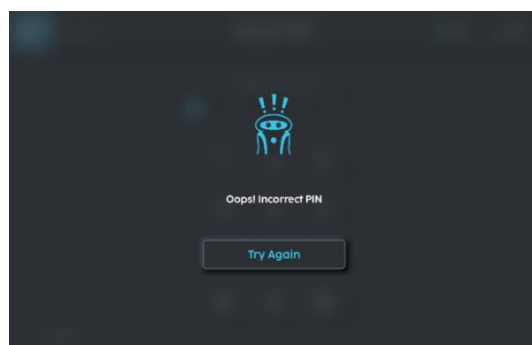

FIGURE 6-12
3. Si le PIN entré est incorrect, sélectionnez 'Réessayer' (Fig.6-12).